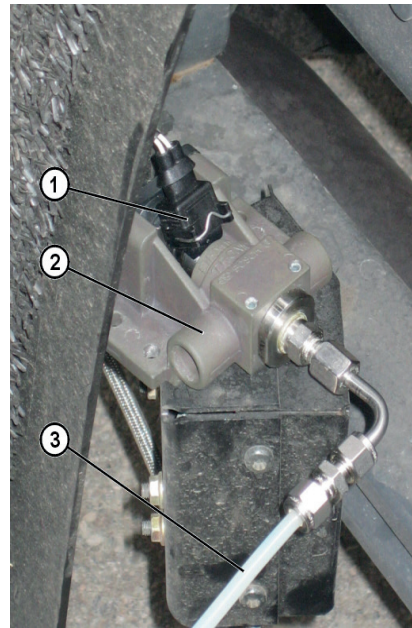

Fig. 7: Contrôle du débit de la pompe_1
5. Débrancher le connecteur électrique (Fig. 7, Pos. 1) du module de dosage spécifique au véhicule et le brancher sur le module de dosage d'essai (Fig.8, Pos. 2).
6. Raccorder la conduite de pression d'essai (Fig. 7, Pos. 3) au module de dosage d'essai.